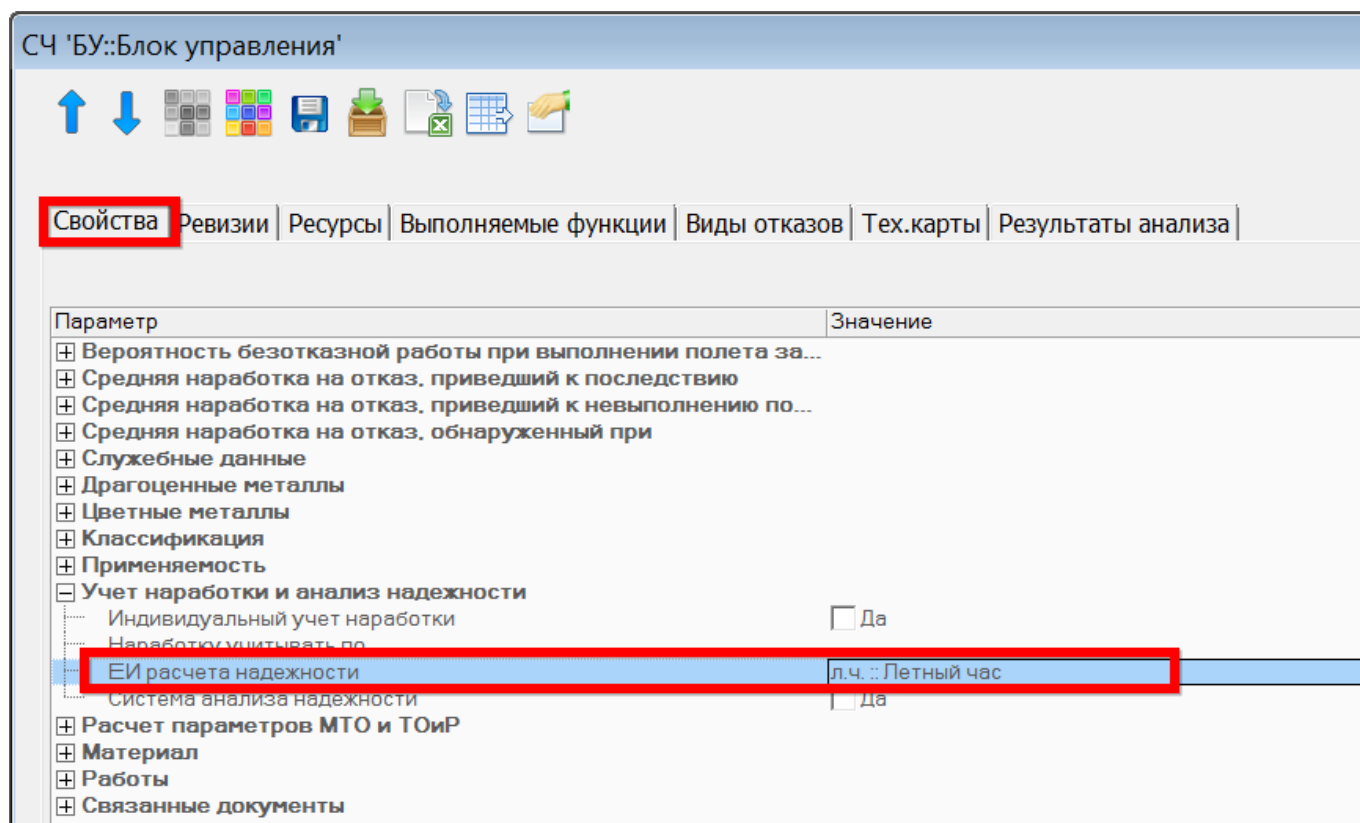

Рис. 12-106 – ЕИ расчета надежности для компонента
2) ЕИ расчета надежности для компонента. Для задание ЕИ расчета надежности необходимо открыть окно свойств компонента, раскрыть группу полей «Учет наработки и анализ надежности» на вкладке «Свойства» и выбрать нужное значение в поле «ЕИ расчета надежности» (рис. 12-106).